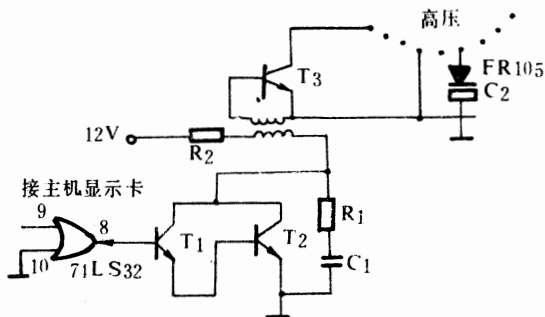

图 1-17 长城单显它激振荡方式图
**故障分析与维修** 打开显示器外壳, 测量直流输出 12V 正常, 显像管灯丝亮, 但当用试电笔接触高压部分时试电笔不亮 (正常时试电笔应亮), 即没有高压输出。用示波器检查行输出、行振荡部分时均无交流信号。经检查行振荡管和行输出管均不坏, 而是连接行输出变压器 110 的二极管 (FR105) 被击穿, 造成交流信号对地短路, 换上新的二极管后仍无高压和交流输出, 只有直流 12V。从行输出部分往前查, 发现振荡管基极接的是一个 74LS32 (二输入端器四或门) 芯片的输出端点第 8 点, 而其输入端一个与地相连, 另一个连到显示器控制卡的一端。由此可见, 此显示器的行频振荡器是采用它激方式振荡的, 如图 1-17 所示, 其目的就是为了扩大水平扫描频率。因此, 若不接主机它是不会有高压, 也不会出现光栅扫描线的。